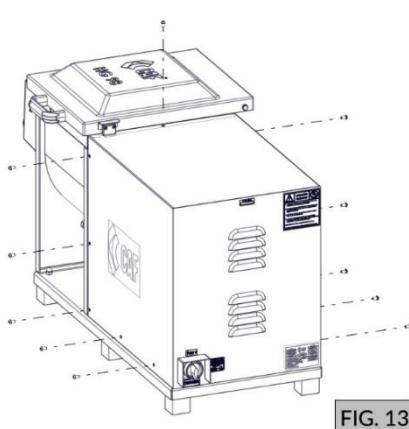
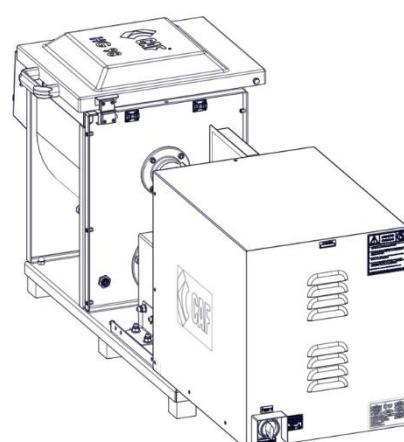
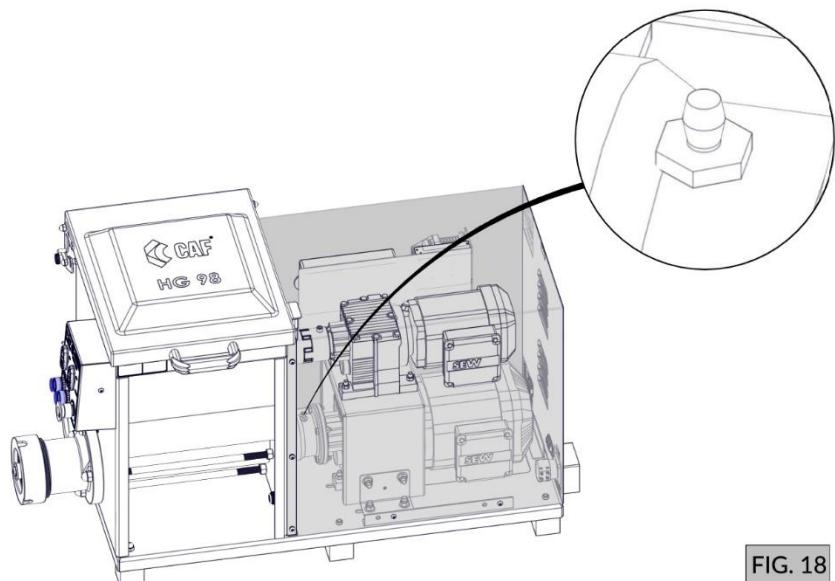

FIG. 13
FIG. 14
FIG. 18
- b) Retire os parafusos do protetor do motor (FIG. 13) e puxe-o para ter acesso ao restante dos componentes elétricos da máquina (FIG. 14);
O Homogeneizador possui uma graxeira localizada na parte interna da máquina (FIG. 18), na qual para ter acesso basta retirar os parafusos do protetor do motor (FIG. 13) e retirar a proteção para acessar a graxeira (FIG. 18). A CAF recomenda a lubrificação da máquina no período máximo de 03 (três) meses ou aproximadamente 500 horas de trabalho se o uso for diário.